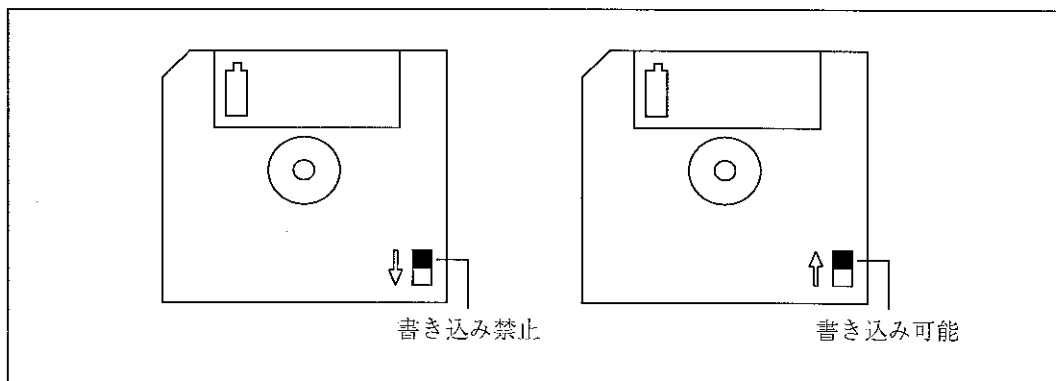

図 5-1 フロッピー・ディスクのライト・プロテクト
3.5 インチ・マイクロ・フロッピー・ディスクは、記録された重要なデータを操作ミスなどで消去しないように、再度のデータの書き込みを禁止することができます。書き込み禁止機能は、図 5-1 のようにライト・プロテクト用スライドを移動することによって選択されます。